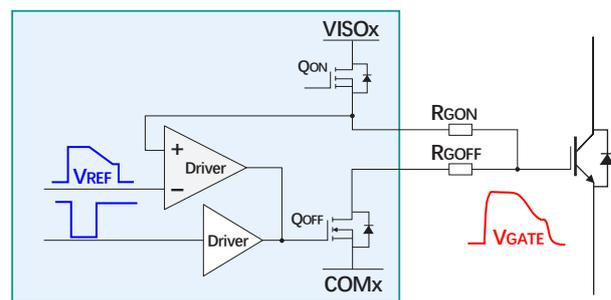

图 19 软关断示意图
4、最终门极电压始终保持和内部 V_{REF} 电压同样的趋势下降，达到软关断的目的。下降时间为 2.1us，门极电压降到 0V 时，门极直接硬关（参见图 19）。